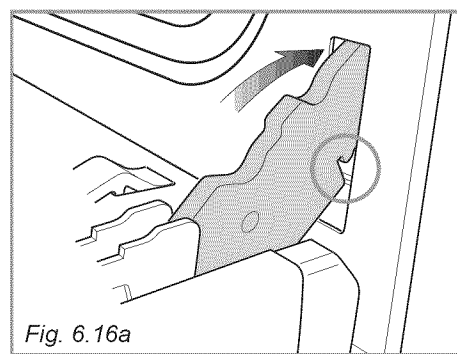

Fig. 6.16a
- Insérer le crochet des charnières (droite et gauche) dans son emplacement; s'assurer que la rainure soit dans sa logement (fig. 6.16a).